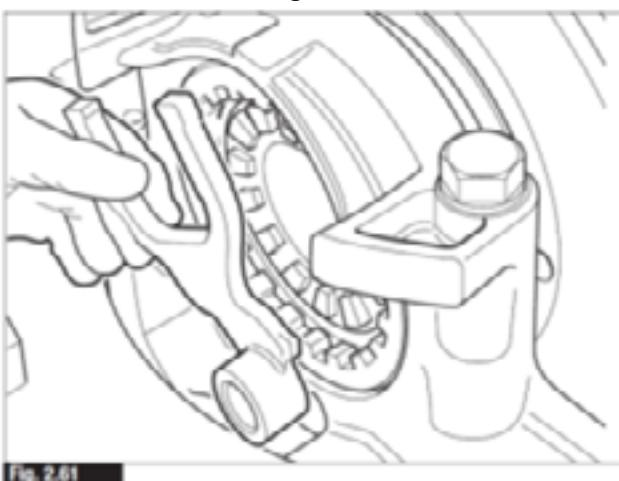

Fig. 2.61
2. Instale o garfo de mudança na caixa do diferencial com a saliência voltada para o furo do eixo de mudança na caixa do diferencial (Fig. 2.61).